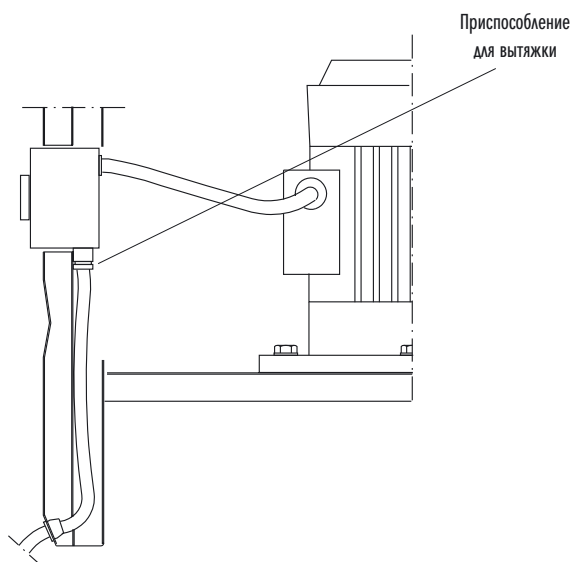

Рис. 3
A. Крышный вентилятор снабжен переключателем безопасности SAFE, рис. 3.